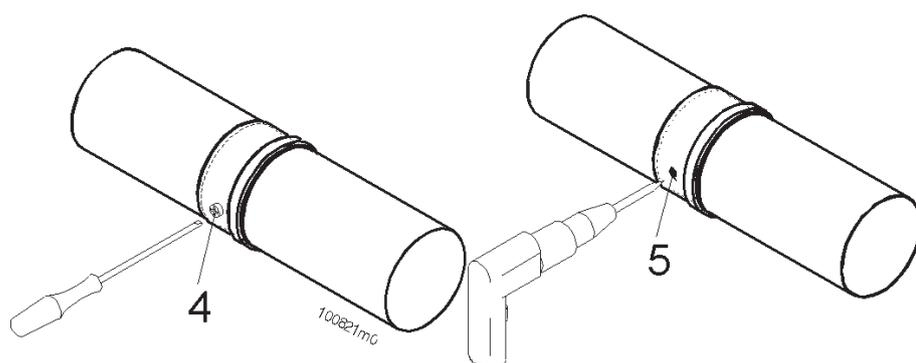

Figura 31 - Fissaggio dei condotti di scarico ed aspirazione
**ATTENZIONE !!!** Assicurate meccanicamente gli incastri fra i vari elementi componenti il condotto di scarico e di aspirazione, mediante l'utilizzo di viti di fissaggio o sistemi equivalenti. Vedi figura 31.